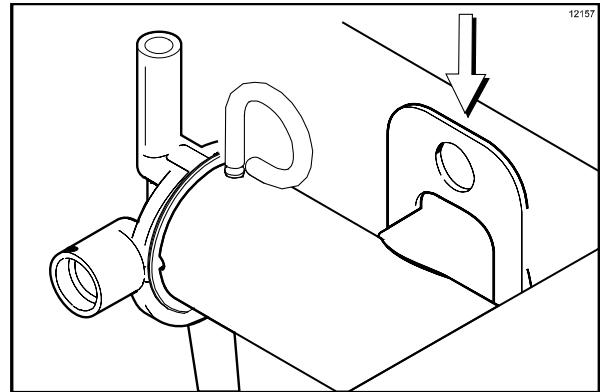

Figure 158
5. Installer l'assemblage de la pompe air/mélange à l'arrière du réservoir à mélange. Pour placer la pompe sur le moyeu d'entraînement, aligner l'encoche d'entraînement du piston sur le maneton à bille de l'arbre d'entraînement. Fixer la pompe en glissant l'attache de la pompe sur le collier de la pompe et en s'assurant que l'attache passe par les rainures du collier (Cf. Figure 158).